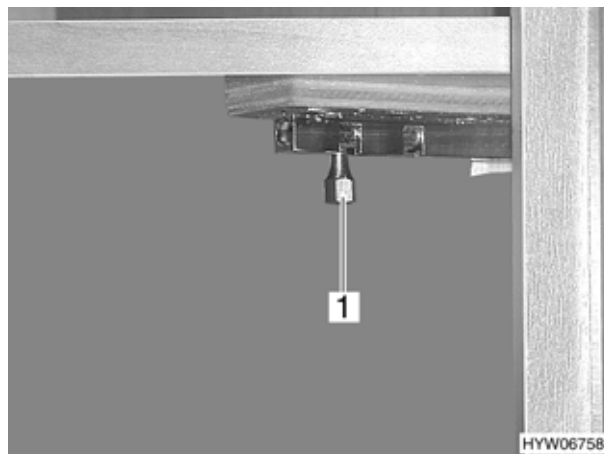

Fig. 5 Sedia da ufficio, bloccaggio
- Spingere la leva (Fig. 5,1) nel lato sinistro del sideboard e poi fissarlo avvitandolo in senso orario di un quarto di giro.